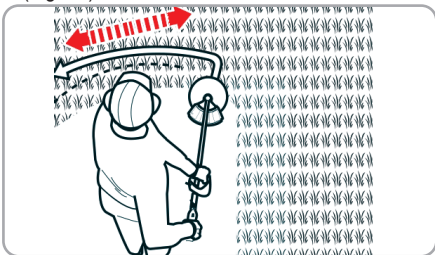

Fig.10
- Efectuati miscari lente de taiere, in forma de arc de cerc, de la stanga la dreapta si reveniti la pozitia de start inainte de a trece la urmatoarea zona (Fig. 10).